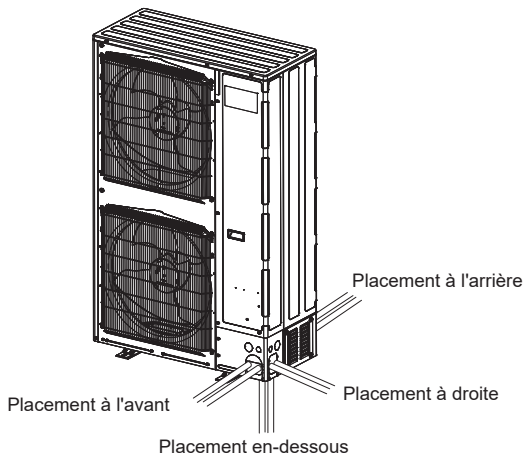

Fig. 4-10
- ① Effectuer les raccordements des tuyaux de réfrigérant de l'appareil intérieur/extérieur lorsque la vanne d'arrêt de l'appareil extérieur est complètement fermée.
- ② Faire le vide d'air de l'appareil intérieur et des tuyaux de raccordement.
- ③ Fixez les cache-tuyaux avant et arrière de manière à ce qu'ils correspondent à chacune des directions par lesquelles passe la tuyauterie. (Fig. 4-10)
- Lorsque vous acheminez les tuyaux à l'aide d'un cache-tuyau, découpez l'orifice défonceable dans le cache-tuyau (B ou D) en suivant la rainure, et enveloppez les tuyaux. (Fig. 4-10)